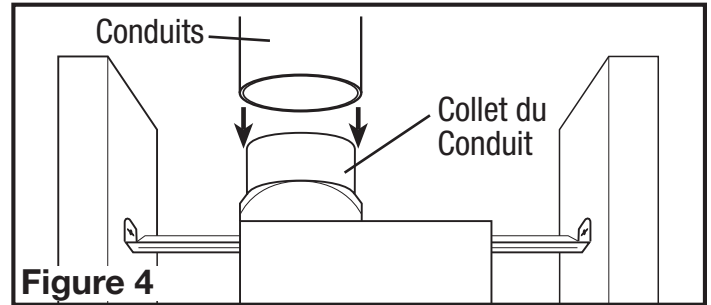

Figure 4
- Branchez la canalisation de grandeur appropriée (AKLS – circulaire de 4", AKLS6, AKLS6H – circulaire de 6") au collet du conduit du ventilateur (**Figure 4**). Fixez en place avec du ruban adhésif ou d'une pince à vis. Toujours évacuer le ventilateur à l'extérieur à travers le mur ou un chapeau de toiture. Il est recommandé que les raccords d'extrémité basse de restriction sont utilisés.